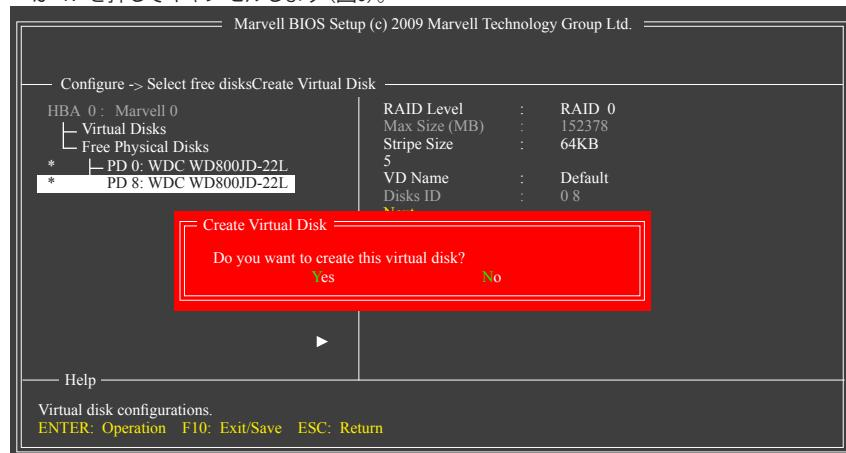

図 5
6. **Next:** 上の設定を完了した後、**Next**に移動して<Enter>を押しアレイの作成を開始します。ボリュームの作成を確認するように求めるメッセージが表示されたら、<Y>を押して確認するか<N>を押してキャンセルします(図5)。